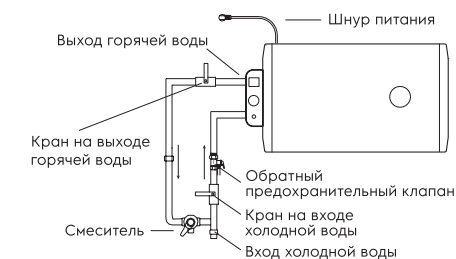

Рис. 5
- Электрический водонагреватель следует устанавливать на твердую вертикальную поверхность (стену). Установка водонагревателей Pride существенно облегчается возможностью установить их как вертикально, так и горизонтально в любом месте вашего дома, в отапливаемом (!) помещении. Желательно установить водонагреватель как можно ближе к месту использования горячей воды, поскольку чем меньше длина труб, тем меньше потери тепла. Как показано на рис. 5, при горизонтальной установке водонагревателя трубы подводки должны быть расположены слева. При установке водонагревателя рядом со стеной, оставьте рекомендованное свободное пространство для технического обслуживания. Не устанавливайте водонагреватель на горизонтальной поверхности и вплотную к полу